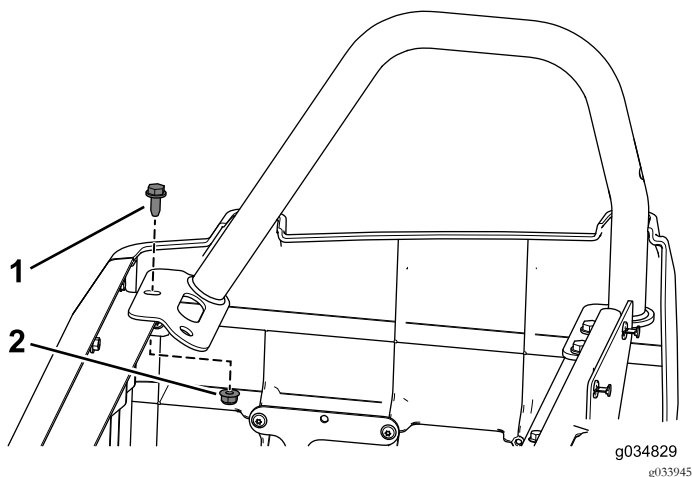

Figura 90
11. Utilize o parafuso flangeado (3/16 x 3/4 pol.) e a porca flangeada que retirou anteriormente para prender o suporte para as ancas traseiro direito ao conjunto da base do banco (Figura 90).